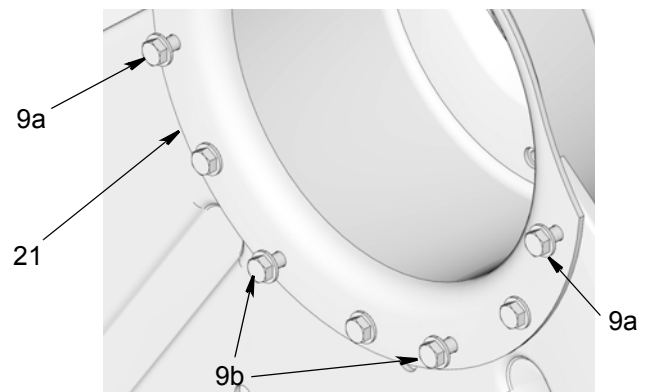

FIG. 6
2. Извлеките четыре крепежных болта (9a и 9b, рис. 6) из монтажного кронштейна двигателя (21). Эти отверстия будут использоваться для крепления модуля двигателя (26) к монтажному кронштейну двигателя (21).